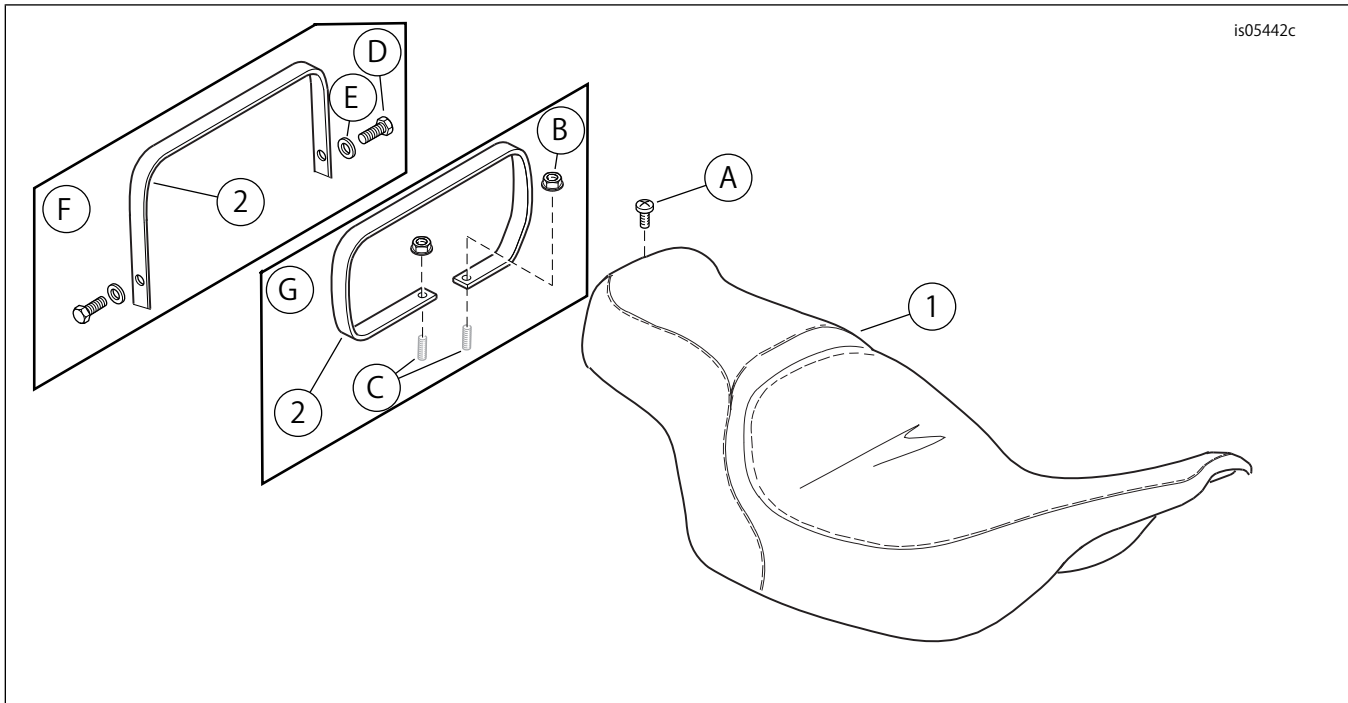

図7。交換用パーツ：ヒートッドシート
キット内容については「図7」および「表1」を参照してください。
- 「図7」を参照。スクリュー(D)、ワッシャー(E)、およびグラブストラップの先端を取り外してください。後で使用するため、金具は保管します。
- 「図7」を参照。取り付けられているシートの後部から、プラススクリューとロックワッシャー(A)を取り外します。シートを後方に引き、シートを取り外します。スクリューは保管してください。
- b. 「図7」を参照。グラブストラップスクリー(D)とワッシャー(E)を取り付けます。締め付ける。